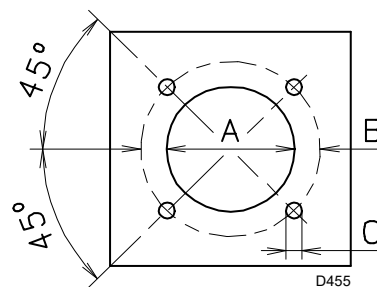

Abb. 13
Die Verschlussplatte der Brennkammer, wie in Abb. 13 durchbohren. Die Position der Gewindebohrungen kann mit dem zur Grundausrüstung gehörenden Wärmeschild ermittelt werden.
- Den gesamten Brenner in das vorher vorbereitete Bohrloch des Heizkessels einpassen, wie in Abb. 13 dargestellt, und mit den beige packten Schrauben befestigen.